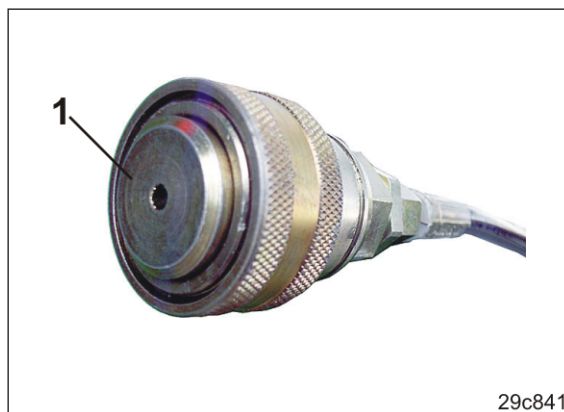

Рис. 144
3. Опорожните гидроаккумулятор (Рис. 141/1) перед отсоединением гидравлической муфты (Рис. 144).
Повторное подсоединение гидравлической муфты (Рис. 144) к трактору возможно только при пустом гидроаккумуляторе.
6. Защитите гидравлическую муфту и гидравлический соединитель от загрязнения с помощью крышек (Рис. 144/1).